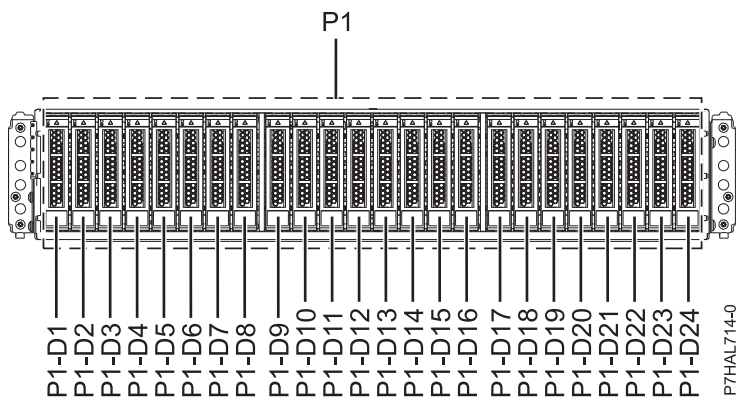
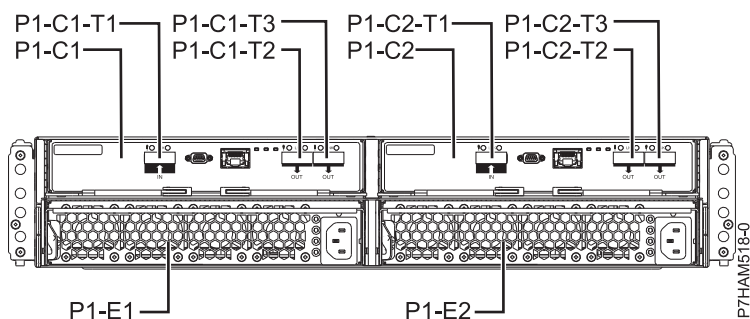

Figura 5. Vista anterior do 5887 suporte de unidades de disco mostrando a localização das unidades de disco
Figura 6. Vista posterior da 5887 suporte de unidades de disco
1. Identifique o componente e o suporte aos quais pretende prestar assistência. As ranhuras de unidades de disco e unidades de disco de segunda geração estão localizadas na parte anterior do suporte. A Figura 5 na página 8 e a Figura 6 na página 8 apresentam a vista anterior e vista posterior do suporte e as localizações de unidades de disco no suporte.